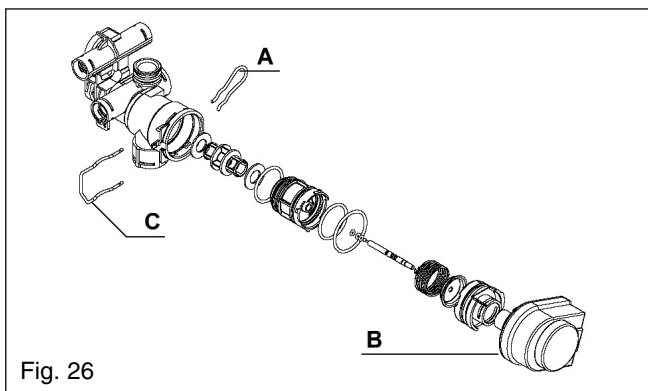

Fig. 26
**6.22 VALVE ACTUATOR fig. 26**
**6.23 DIVERTOR VALVE CARTRIDGE fig. 26**